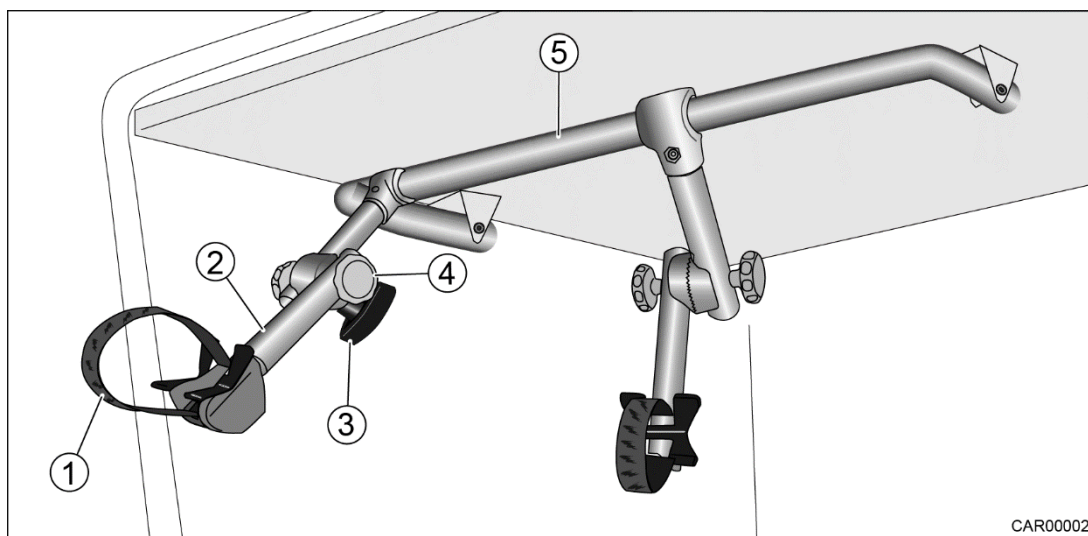

Fig. 4 Barres de fixation dans le garage à vélo électrique
5. Rabattre l'étrier (Fig. 4/5) vers l'avant.
12. Pivoter l'étrier (Fig. 4/5) avec les barres de fixation (Fig. 4/2) vers le bas.
13. Desserrer les deux vis (Fig. 4/3 et 4).
14. Pivoter la barre de fixation (Fig. 4/2) sur la position souhaitée.
15. Serrer à fond les vis (Fig. 4/3 et 4).
16. Fixer le volant du vélo électrique avec la courroie dentée (Fig. 4/1) à la barre de fixation (Fig. 4/2).